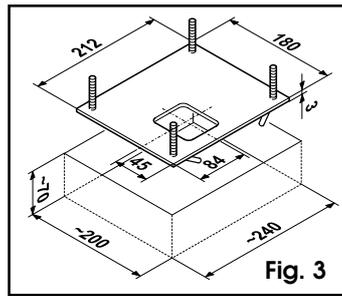

Fig. 3
1) Realizar la excavación para los cimientos como se ilustra en la fig. 3.
2) Colocar los tubos flexibles para pasar los cables de conexión entre el motorreductor, los accesorios y la alimentación eléctrica. Los tubos flexibles deben sobresalir unos 3 cm por el agujero de la plancha (fig. 3).